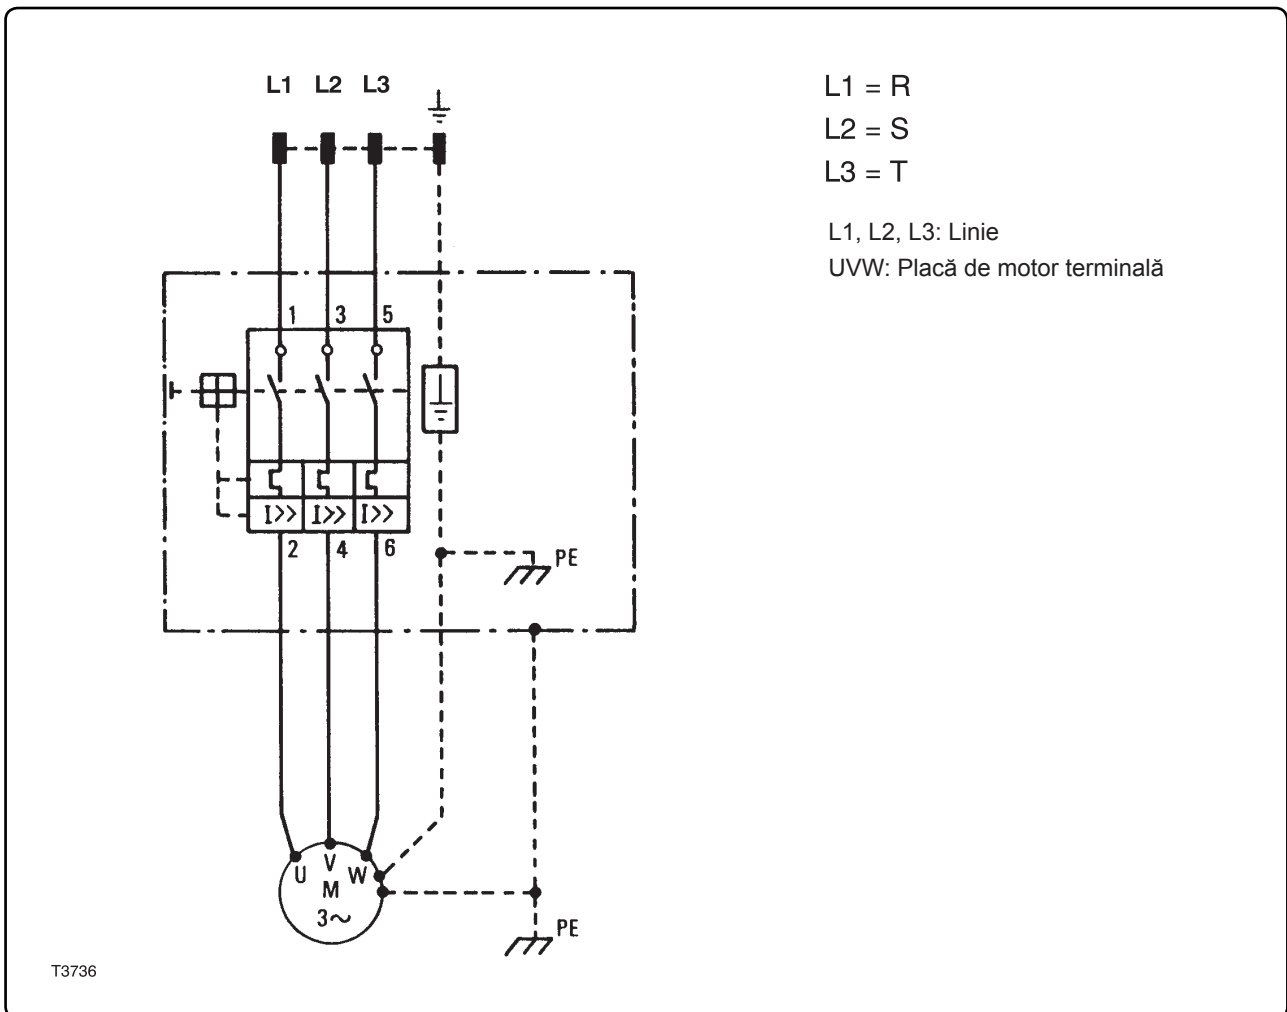

Fig. 7.7.1
7.7.1 - Schema de conexiuni a echipamentului standard, categoria „U”, „S”, „G” (fig. 7.7.1)